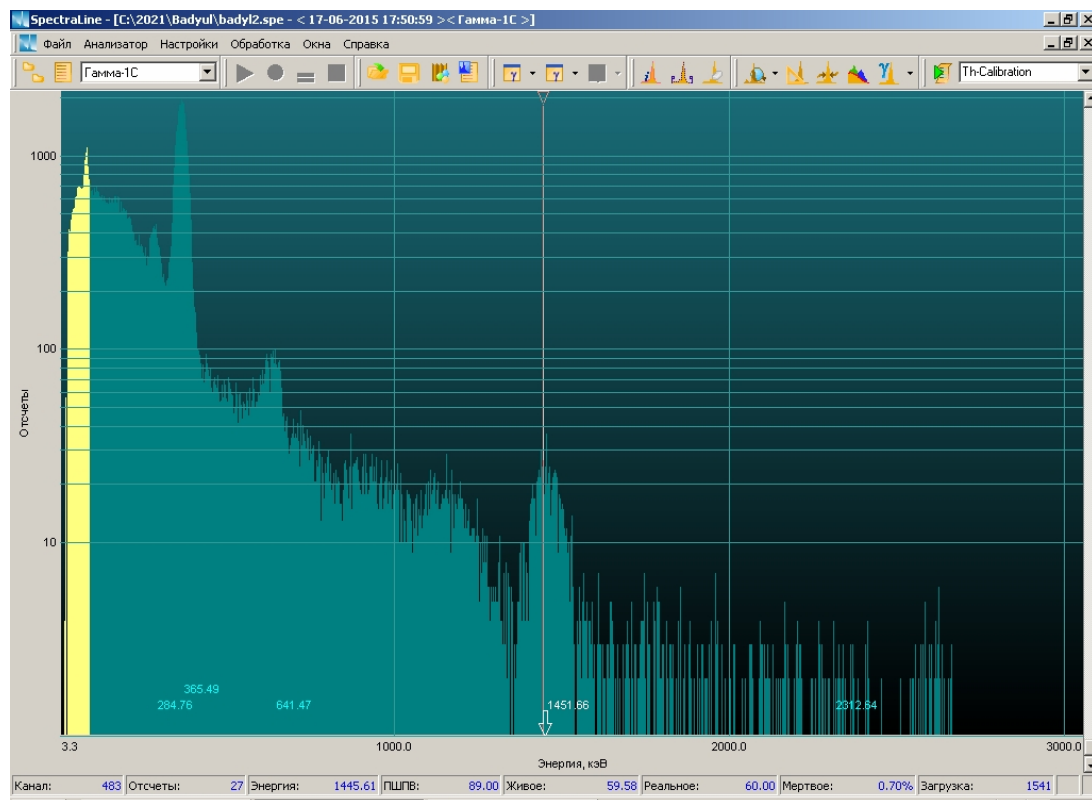

Рис. 3.3 Спектр II пробы
- проба 2 – I-131: $1.0E04Bq$; Ru-106: $1.0E03Bq$ (див. Рис. 3.3)